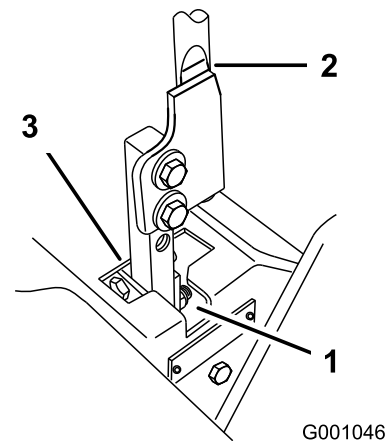

Figure 96
5. Placez le levier au point mort, sans le verrouiller (Figure 96).
6. Tirez-le ensuite en arrière jusqu'à ce que l'axe de chape (situé sur un bras sous l'axe de pivot) touche l'extrémité de l'encoche (c.-à-d. commence juste à appuyer sur le ressort), comme montré à la Figure 96.
7. Vérifiez la position du levier par rapport au cran de la console (Figure 96).